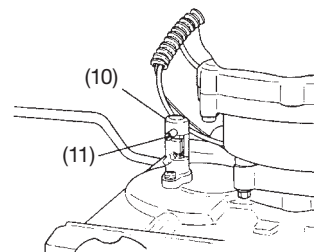

Fig. 8
- 6) Hvis boret setter seg fast under boring og er vanskelig å dra ut fra jorden, blir det enklere å stoppe motoren og låse boret med låsepinnen. (Fig. 8)